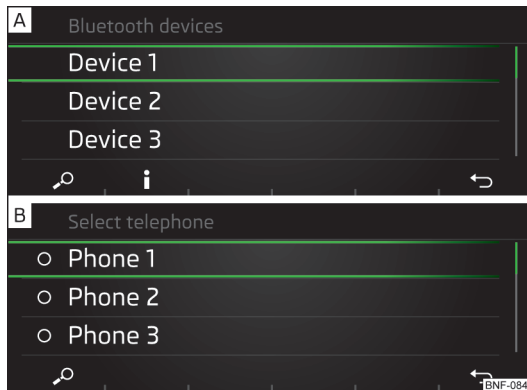

Abb. 110
- In der Liste der gefundenen externen Bluetooth®-Geräte das gewünschte Telefon auswählen » Abb. 110 - [A].
- Zur **Anzeige** von Informationen zum Verbindungsaufbau mit einem externen Bluetooth®-Gerät die Funktionstaste **i** drücken » Abb. 110 - [A].
- › In der angezeigten Liste das gewünschte Telefon » **Abb. 110** - **B** bzw. das externe Bluetooth®-Gerät » **Abb. 118 auf Seite 92** - **A** auswählen.